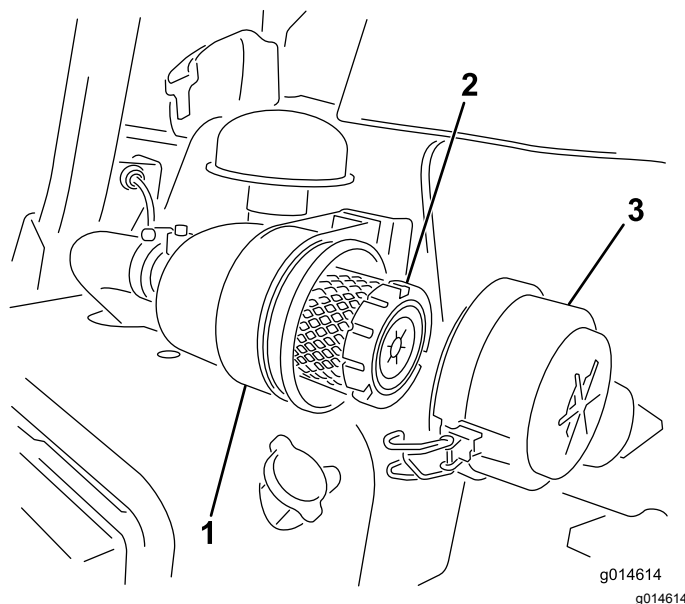

Figura 30
1. Rilasciate i fermi che fissano il coperchio del filtro dell'aria al relativo corpo (**Figura 30**).
7. Fissate i fermi (Figura 30).